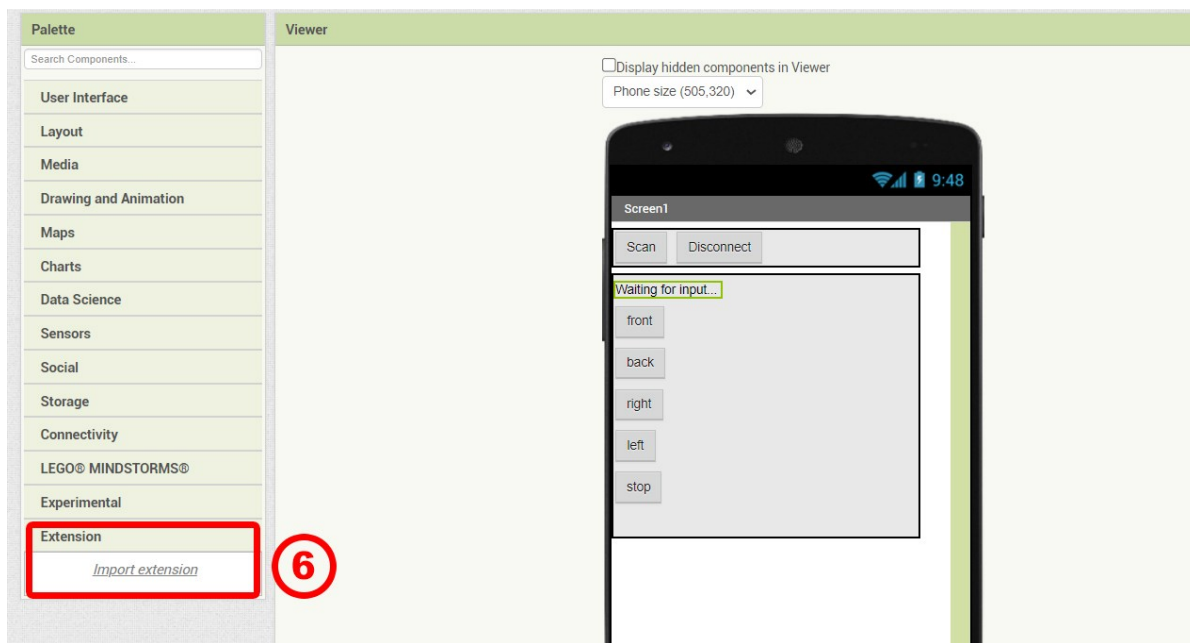

Figura 9: A seleção da extensão Importar
Depois de descarregar as extensões, volte a App Inventor. Na secção Paleta, clique no separador Extensão e, em seguida, clique na seleção Importar extensão (6) (Figura 9)